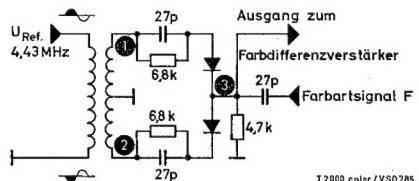

Abb. 13
Die Wirkungsweise der Synchron-Demodulatoren soll anhand von Abb. 13 beschrieben werden. In der vorliegenden Schaltung arbeiten die Synchron-Demodulatoren als Spitzengleichrichter. Dazu muß die Amplitude des Referenztägers um ein vielfaches größer sein, als die Amplitude des trägerfrequenten Farbdifferenzsignales. Der Referenzträger wird einem Transformator zugeführt, dessen Sekundärwicklung symmetrisch zur Masse liegt. An den „heißen“ Enden ① und ② ist über je einen Ladekondensator je eine Diode angeschlossen. Beide Dioden liegen zusammen an Punkt ③. Ebenfalls an Punkt ③ wird das trägerfrequente Farbartsignal zugeführt.